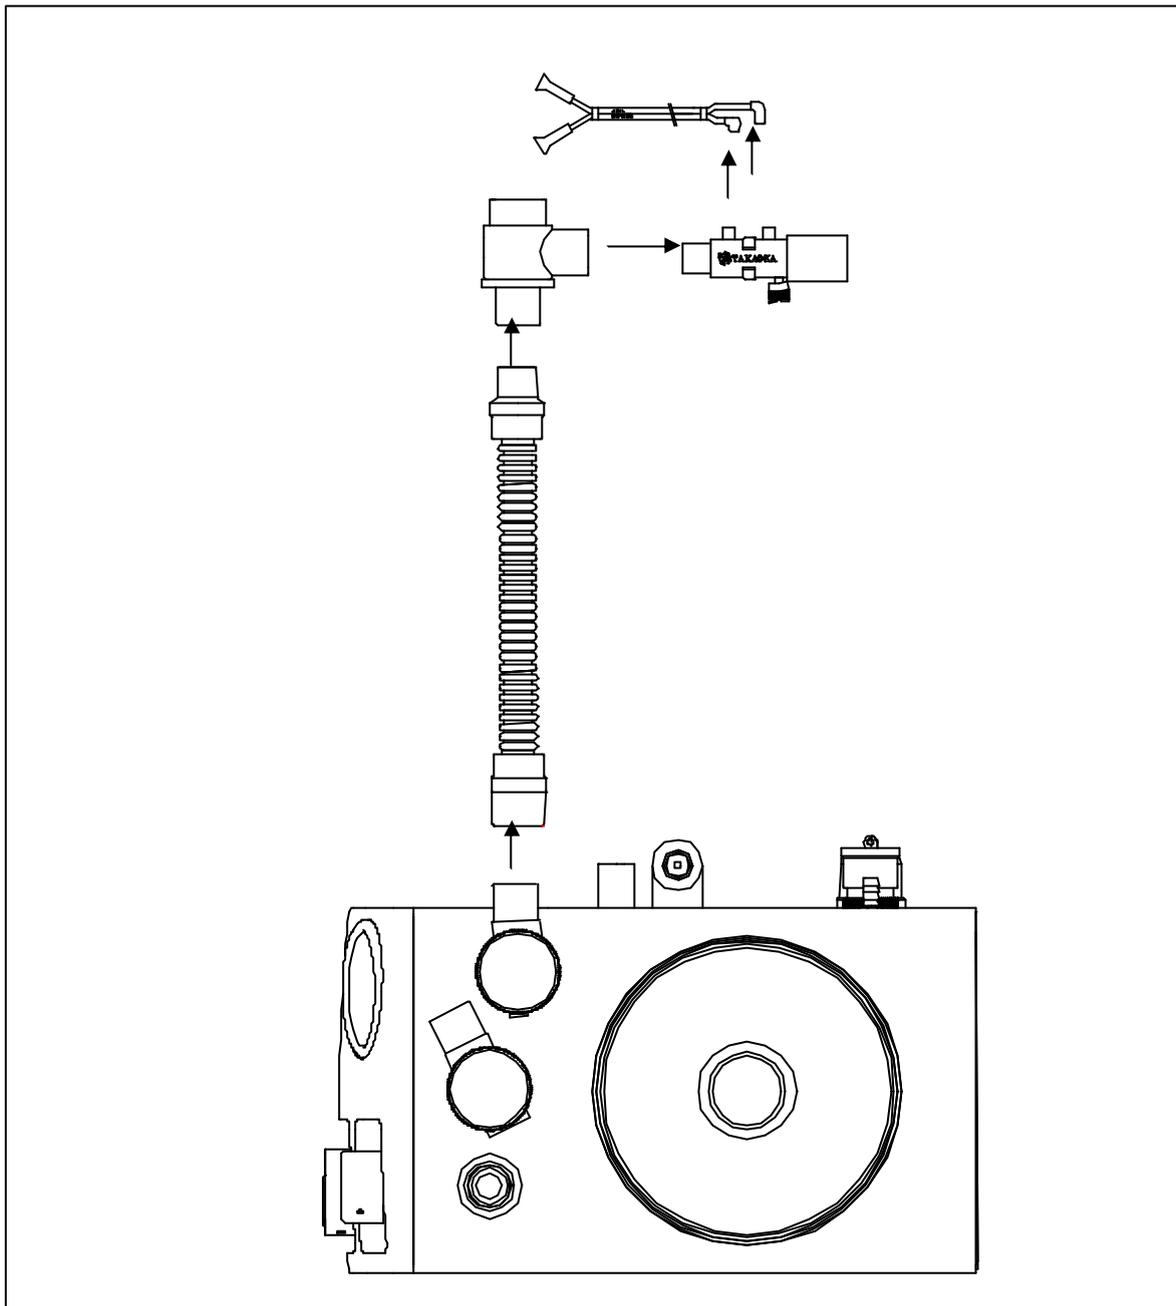
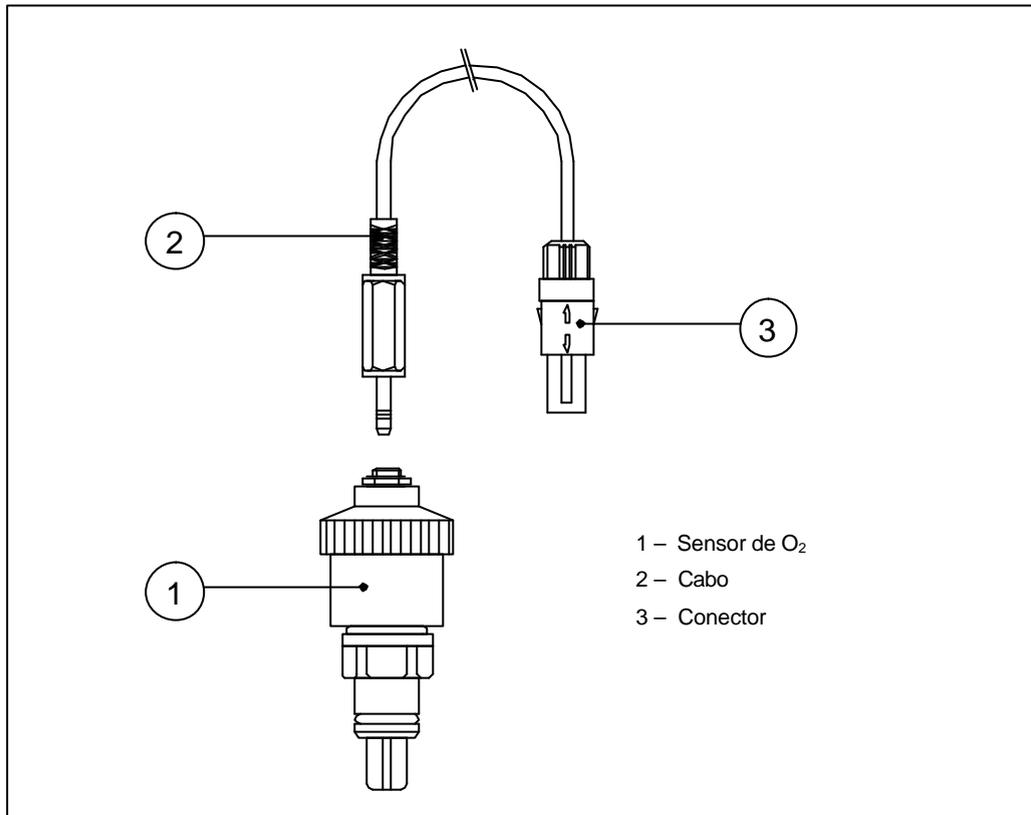

Figura 7.13: Sistema Aberto
Figura 7.15: Analisador de Oxigênio.
A Figura 7.13 esquematiza a montagem de um sistema respiratório sem absorção de CO2, com válvula unidirecional e ventilação mecânica, para a administração de O2, N2O (ou ar comprimido) e agente anestésico halogenado ao paciente.
- 2 - Interligar o conector do cabo do sensor de O2 (Figura 7.13) ao seu respectivo alojamento localizado na lateral esquerda do Ventilador 678 (Figura 7.15). Conectar então o sensor de O2 (devidamente limpo ou esterilizado) na outra extremidade deste cabo.